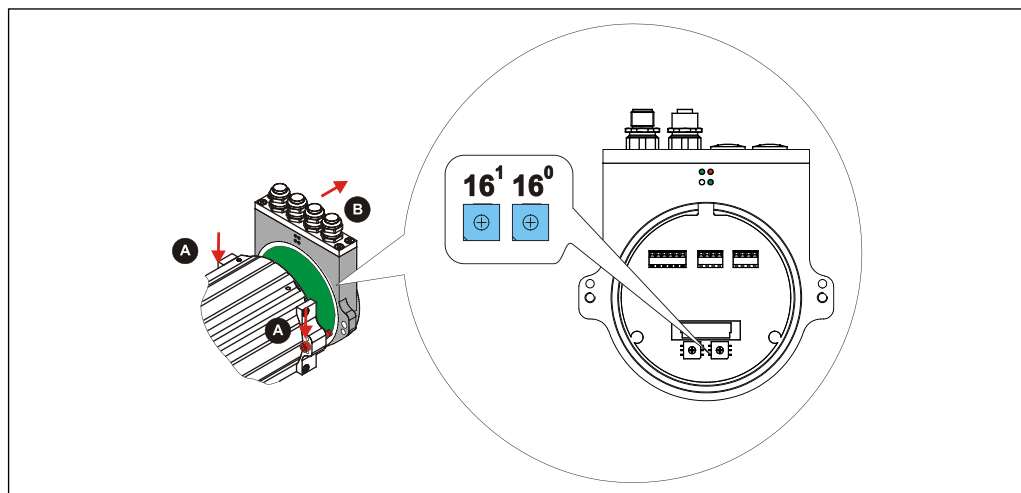

Abbildung 3: EtherNet/IP™ Node-Adresse, Schalterzuordnung
Die Node-Adresse wird über zwei HEX-Drehschalter eingestellt. Um die Einstellung vornehmen zu können, muss zuerst die Anschlusshaube vom Mess-System abgenommen werden. Dazu werden die Schrauben (A) gelöst und die Haube (B) nach hinten abgezogen, siehe Abbildung 3.